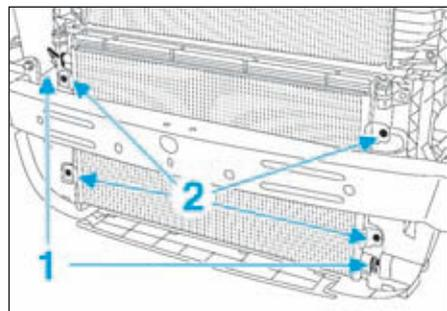

FIG.11
- Désaccoupler les raccords des canalisations (1) du condenseur (Fig.11).
- Déposer les fixations (2) du condenseur.